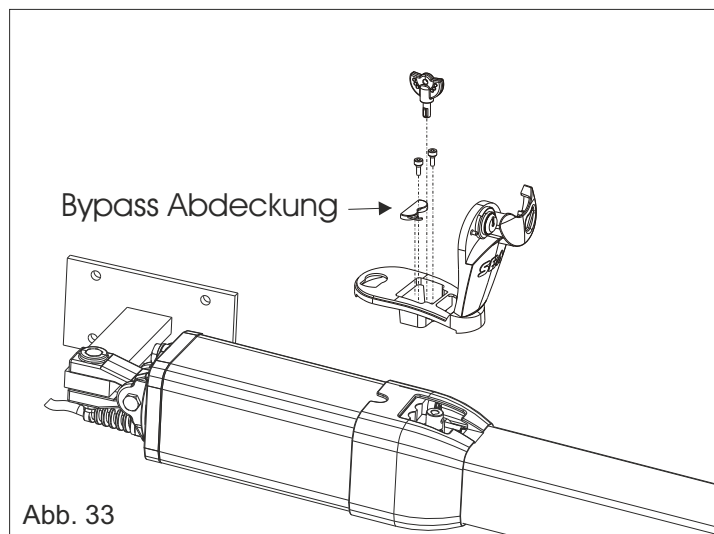
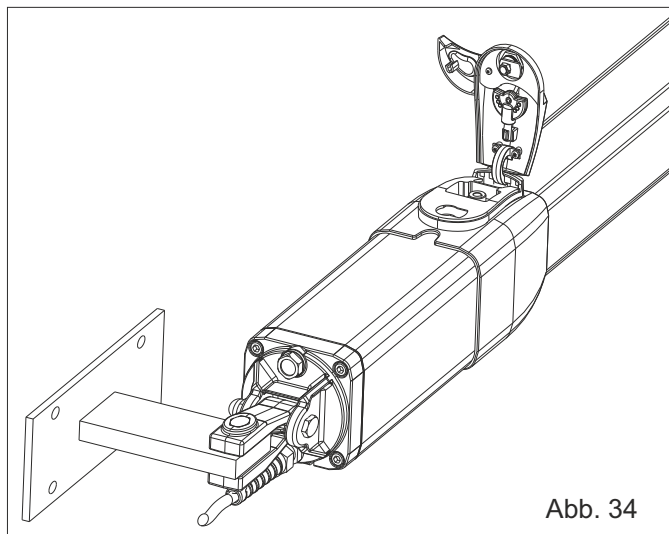

Abb. 33
Abb. 34
**ACHTUNG:** Erst nach Beendigung aller Installationsarbeiten, Montage der Kolbenabdeckung und Eicherung der Bypass Schrauben kann die Montage der Aluminiumentriegelung (wie in Abb. 33) durchgeführt werden. **Der Entriegelungsschlüssel wird im Innern der Aluminiumentriegelungsabdeckung aufbewahrt. (Abb. 34)**